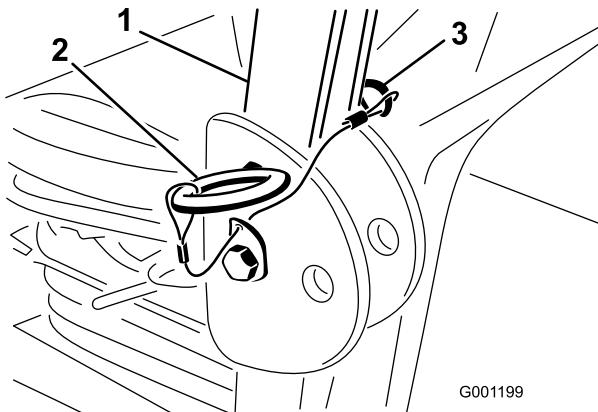

Figura 16
2. Con il roll bar in posizione sollevata, rimuovete le coppiglie e le 2 spine (Figura 16).